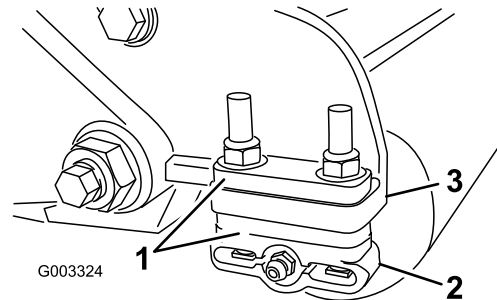

図 11
1. 希望の刈高範囲に必要な数のスペーサを刈高チャートで確認し、スペーサをサイドプレートの取り付けフランジ 図 11 の下に入れて、後ローラのブラケットの位置を正しくセットする 図 11。